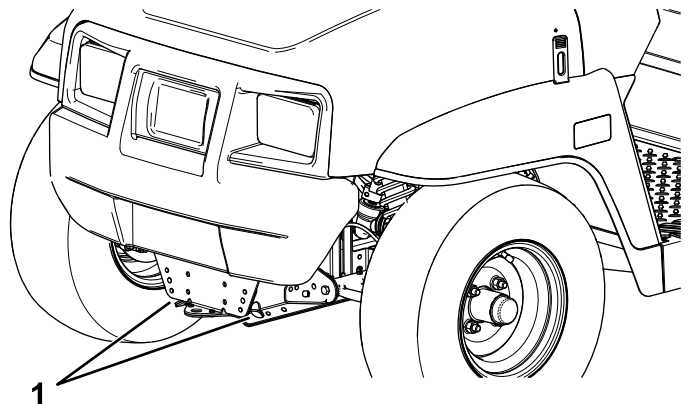
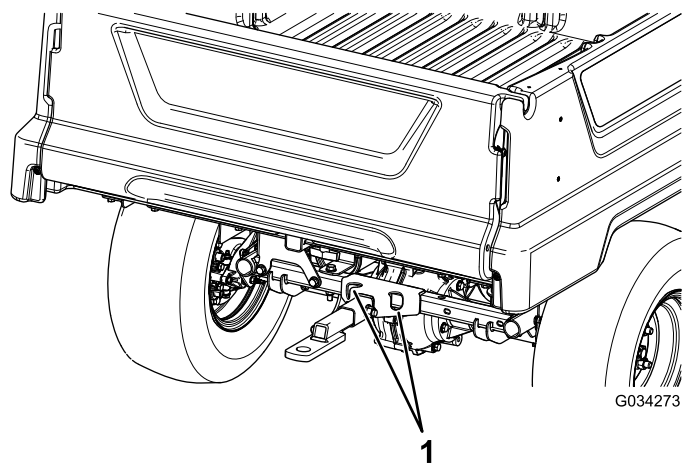

Figure 21
Figure 22
L'emplacement des points d'arrimage sur la machine est indiqué à la Figure 21 et la Figure 22.
2. Attachez un câble de remorquage à la flèche d'attelage à l'avant du cadre de la machine (Figure 21).